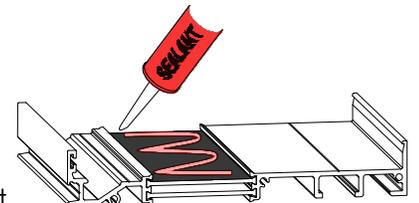

FIG. 5
- Appliquez DOWSIL Primer-C sur toute la longueur de la rupture thermique. Appliquez le mastic DOWSIL 791 sur le dessus de la rupture thermique. **Voir FIG 5.**